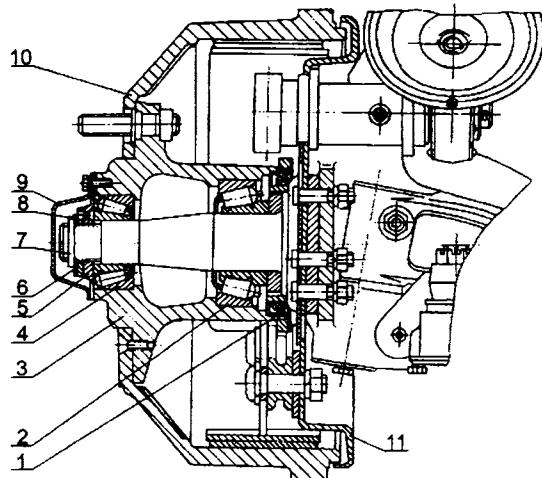

Рис. 5-6. Ступица передней оси (КААЗ)
2. Снять крышку ступицы 9 (рис. 5-6) и отогнуть замочную шайбу 6 от грани контргайки 7.